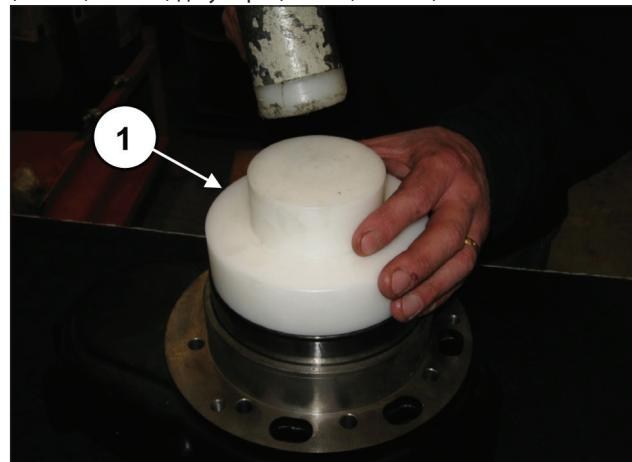
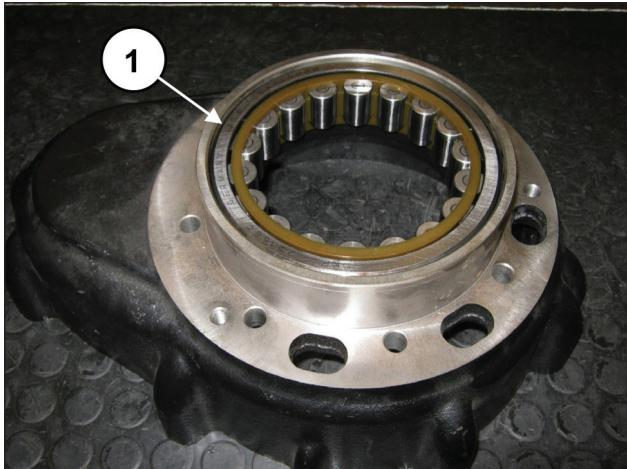

Рис. 55
Рис. 56
С противоположной стороны корпуса редуктора предварительно установите внешнее кольцо подшипника коленчатого вала с помощью инструмента, арт. 27605000 (поз. ①, Рис. 55) до упора (поз. ①, Рис. 56).